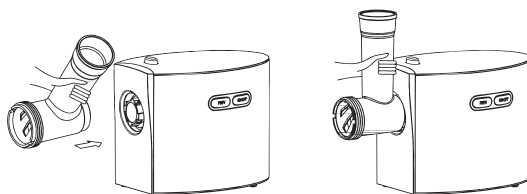

Рис. 1
7.1.1 Удерживая кнопку фиксатора горловины, плотно вставьте горловину в гнездо для её установки, затем поверните горловину против часовой стрелки, как указано на рис. 1, до фиксации. Отпустите кнопку фиксатора, убедитесь в надежной фиксации горловины.